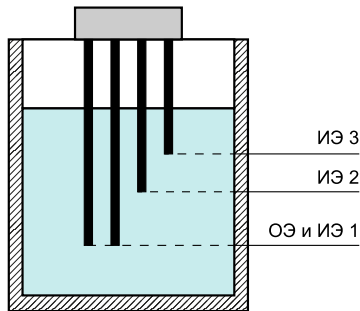

Рисунок 4.3 – Длина электродов
4. Обрезать электроды, если требуется. Длина ОЭ и первого ИЭ должна быть одинаковой. Длина второго и третьего ИЭ должна быть меньше ОЭ (см. *рисунок 4.3*).